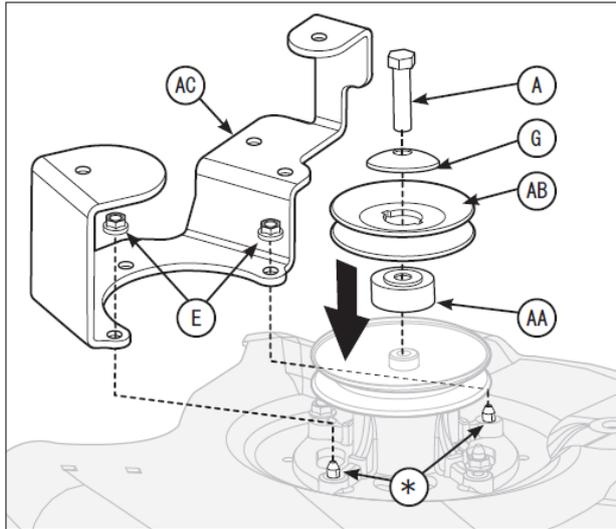

図4
1. スパーサー(図4のAA)、ブロー駆動プリー(AB)、さらばね(G)、六角ボルト(A)をモア上にあるプリーに組み付けてください。ロータリー刃が回らないように芝刈機に付属の角パイプで固定し、六角ボルトを67.7-81.3Nm (690-829kgf/cm)のトルクで締め付けてください。